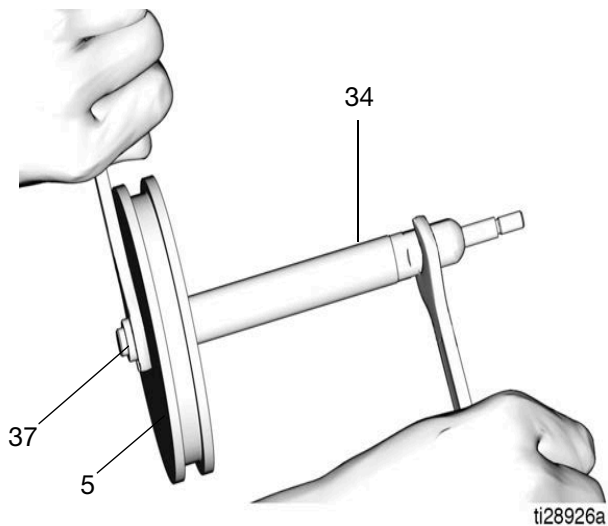

FIG. 31
7. Coloque la tuerca (37) en el extremo del eje del pistón (34). Utilice dos llaves, trabajando en direcciones opuestas, para apretar la tuerca. Fije una llave de boca en las partes plana del eje del pistón y con la otra llave apriete la tuerca como se observa en FIG. 31. Apriete a un par de 17,6-20,3 N•m (13-15 lb-pie).